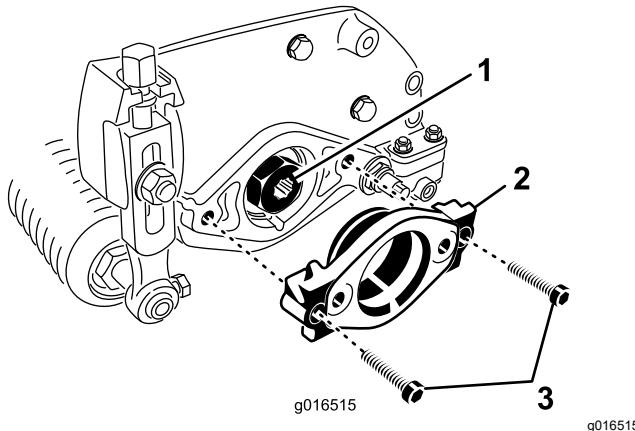

図 7
2. カッティングユニットの左側にモータマウントを固定している六角ボルト2本を外す。モータマウント取り付け部を取り外す 図 7。
3. 駆動スライド内側面にグリスを塗る 図 7。
4. カッティングユニット左側で、モータマウントのOリングに薄くオイルを塗り、先ほど取り外した六角ボルト2本を使ってモータマウントをカッティングユニットに取り付ける 図 7。ボルトを16-20 N·m 3.7-4.6 kg·m = 12-15 ft-lbにトルク締めする。